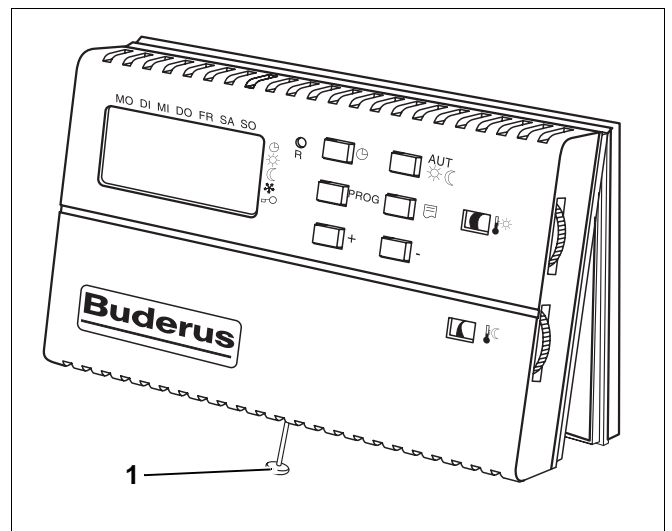

Abb. 6 Regelgerät BERT schließen
- Die Nasen des Regelgerätgehäuses werden in die dafür vorgesehenen Einsparungen an der Rückseite des Regelgerätes eingehängt. Die Verklammerung des Regelgerätgehäuses wird in die Montageplatte eingeklinkt (Abb. 6).
- Drehen sie die Schraube an der Unterseite des Regelgerätes ein (Abb. 6, Pos.1).